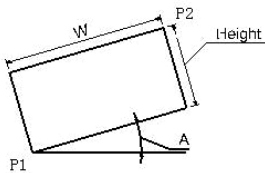

图 2-46
- 宽度、角度和高度：在输入了矩形的点 P1、宽度 W 和角度 A 后，再输入矩形的高度 H 或 P1 的对角点 P2，如图 2-46 所示。